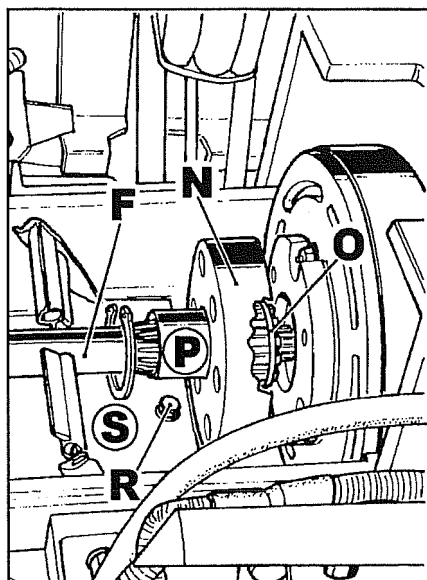

Fig. 10
7. Enlever la vis **R** fig. 10 puis sortir la tôle **S** et celle placée dessous par le bas.
Faire glisser le joint élastique **N** fig. 10 vers le moteur et ensuite enlever le joint **O**.
Faire glisser le manchon **P** fig. 10 vers le moteur en retenant le joint qui pourra être retiré par le haut.
- 16 Désolidariser l'arbre moteur et placer l'arbre **F** fig. 10 sur le côté.